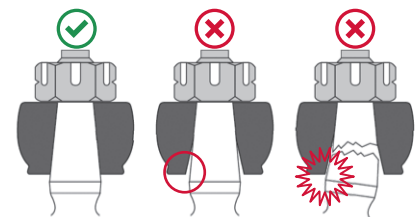

Figura 1
- Si descubre una junta esférica doblada o floja, debe reemplazar el muñón. Si existe deformación, una condición fuera de redondez o daño en las superficies de contacto ahusadas del muñón de dirección, debe reemplazar las partes (**Figura 1**).